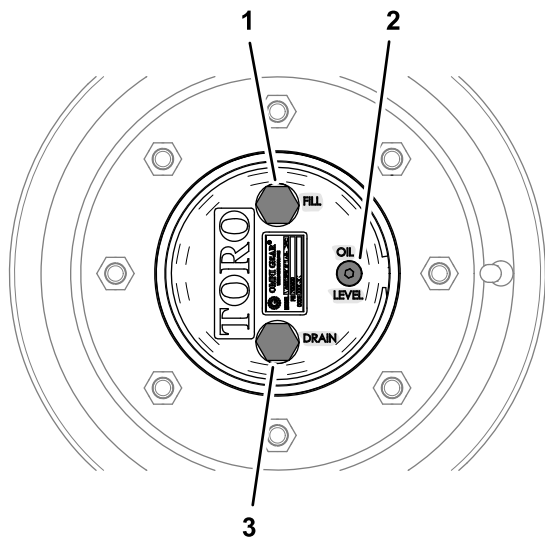

Figura 83
1. Con la macchina su una superficie pianeggiante, posizionate una ruota in modo che il tappo di riempimento si trovi nella posizione superiore (a ore 12) e il tappo di spurgo si trovi alla posizione inferiore (a ore 6) (Figura 83).
posizione inferiore (a ore 6); fate riferimento alla Figura 83 in Controllo del lubrificante della trasmissione degli ingranaggi a ruotismo planetario (pagina 67).